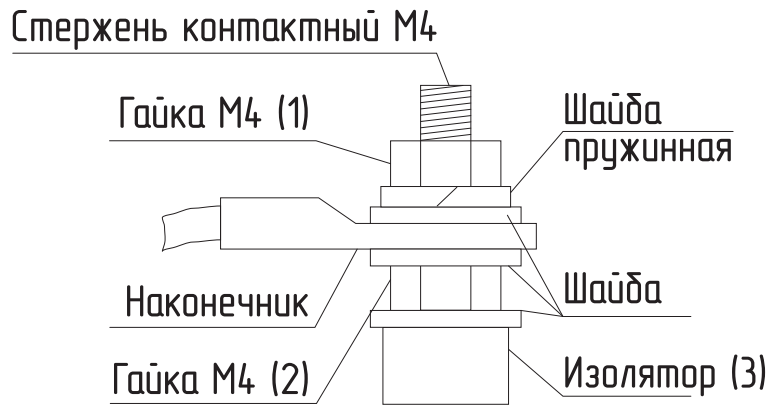

Рис. 14 Присоединение проводов к выводам блок ТЭН
- Гаек на контактных стержнях ТЭН с усилием 1,8 Нм (см. Рис. 14);
- При замене блока ТЭН присоединение фазных проводов к выводам блока ТЭН производить согласно **Рис. 14**. Сечение кабеля указано в **Табл. 2**;
- Провод нейтраль N подключить на перемычку блока ТЭН (**Рис. 14**).